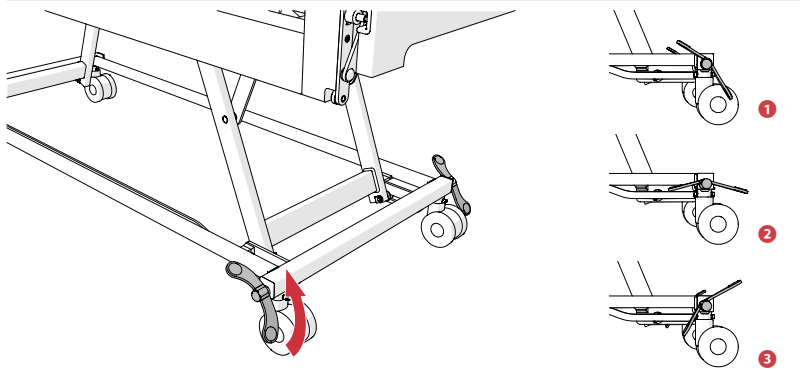

Abbildung 20 Die Lenkrollen sind gebremst (1), ungebremst (2) und in Fahrtrichtungsposition (3, optional).
- Lösen Sie die Bremse an den Lenkrollen (Abbildung 20).